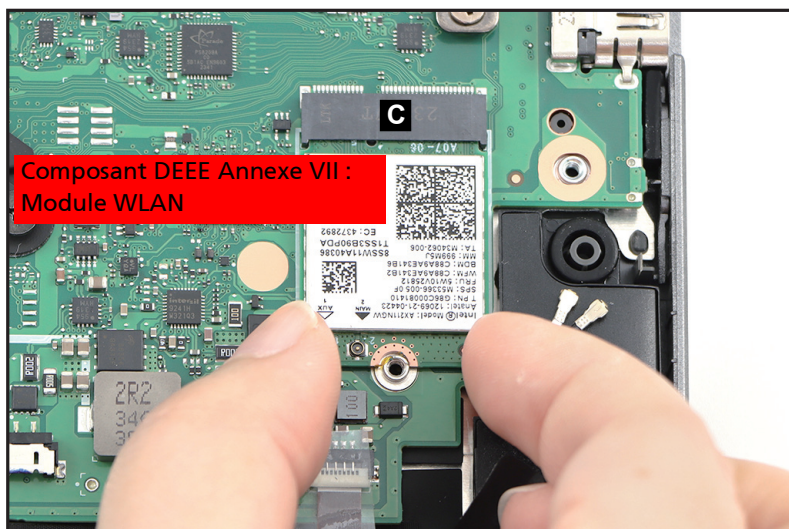

Figure 1-15. Retrait du module WLAN
4. Débranchez le module WLAN du connecteur de la carte mère (C) (Figure 1-15). Puis retirez le module WLAN.